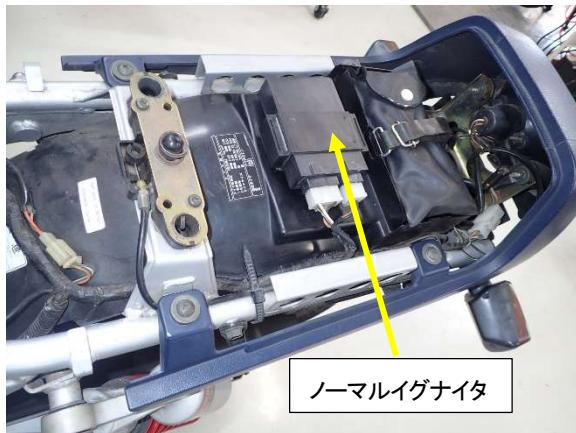

図1
- ①シートを外しノーマルイグニタユニットを取外して下さい(図1)。